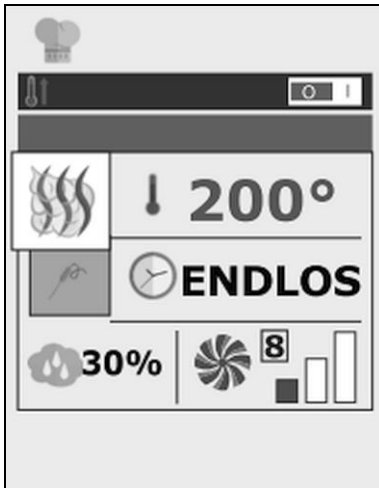

Abb. 14
1. Um die Lüftergeschwindigkeit einzustellen, drücken Sie die Taste 8 (Abb. 14) und wählen Sie die gewünschte Einstellung.